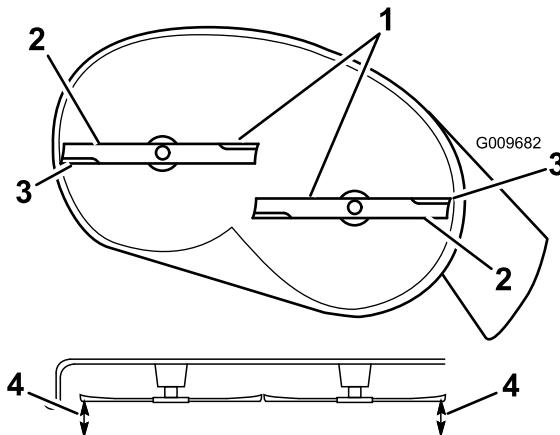

Figura 49
4. Gire cuidadosamente las cuchillas hasta que estén todas orientadas lateralmente (Figura 49).
- Mida entre los bordes de corte exteriores y la superficie plana (Figura 49). Si hay una diferencia de más de 5 mm (3/16 pulg.) entre ambas dimensiones, se requiere un ajuste; siga con este procedimiento.